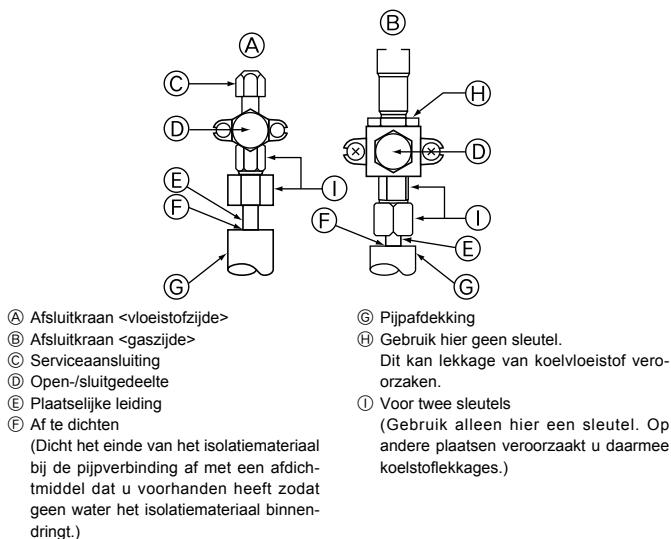

Fig. 4-5
- ⑤ Dicht de uiteinden van de pijpbedekking bij de pijpverbindingen af met afdichtmiddel om te voorkomen dat er water onder het isolatiemateriaal door dringt.
4.4. Luchtdichtheid van de koelstofpijpen testen (Fig. 4-5)